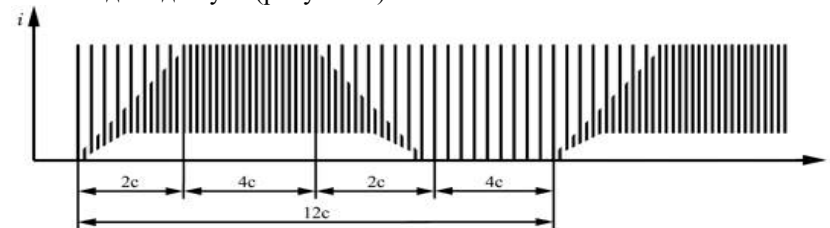

Рисунок 5- Длинный период **ДП**
2.2.5. Длинный период **ДП** – чередование серий импульсов тока вида **ОН** и дополняющих его до тока вида **ДН** серий импульсов, огибающая которых нарастает от нуля до амплитуды тока вида **ОН**, выдерживает это значение, а затем спадает до нуля (рисунок 5).